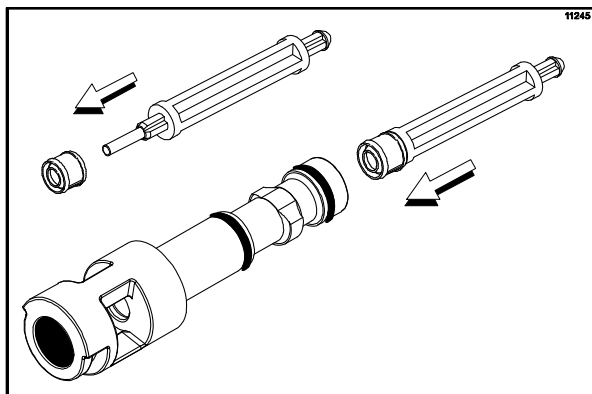

Рисунок 109
**Внимание!** убедитесь в том, что уплотнение вала спиннера правильно установлено в проточенной канавке. Если уплотнение на валу спиннера износилось, не установлено (или установлено неправильно), это будет приводить к утечке продукта через верхнюю часть раздаточного клапана. (См. рис. 109)